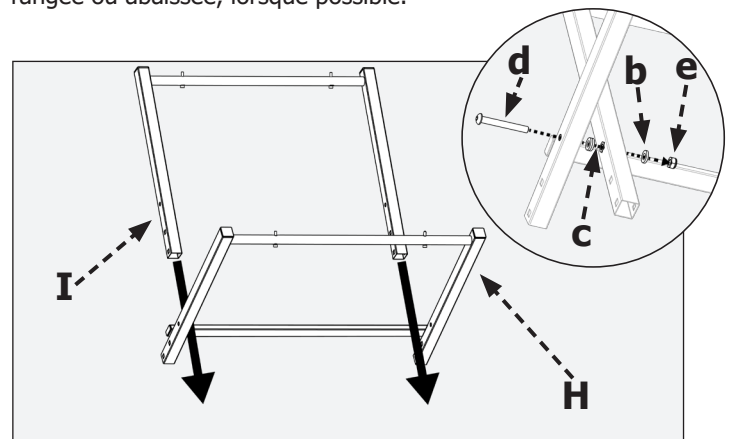

FIGURE 1
Monter la pièce 2 du cadre du support (I) sur la pièce 1 du support (H) qui croise le support comme illustré (figure 1). Fixez l'ensemble du support à l'aide de la vis d'assemblage à tête cylindrique à six pans creux M8 x 65 mm (d), l'entretoise M8 (c), la rondelle M8 (b) et l'écrou M8 (e). (figure 1)